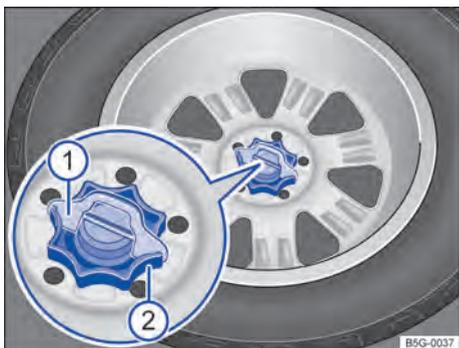

Fig. 185 No compartimento de bagagem: manípulo para fixação da roda sobressalente.
- Se necessário retirar o calço de proteção contra giro \Rightarrow Fig. 185 ① por cima.
- Girar totalmente o manípulo localizado no meio da roda sobressalente ② no sentido anti-horário, e remover a roda sobressalente.